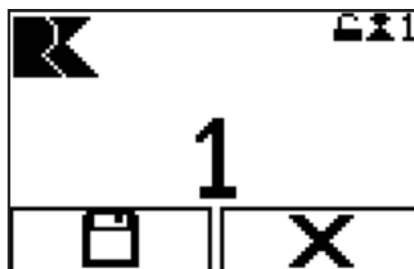

Abbildung 118 - Memorypositionen speichern
2. Die Memoryposition (1 - 7, Abbildung 118) auswählen, auf der die aktuelle Position des Antriebs gespeichert wird.